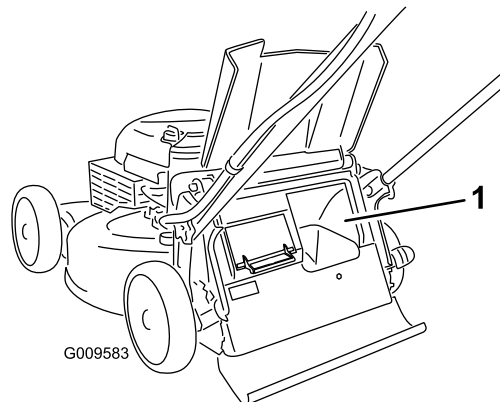

Figura 16
**Importante:** Para asegurar un funcionamiento correcto, retire cualquier recorte de hierba y otros residuos de la tapa de ensacado a demanda y del hueco adyacente (Figura 16) antes de mover la palanca de ensacado a demanda de una posición a la otra.